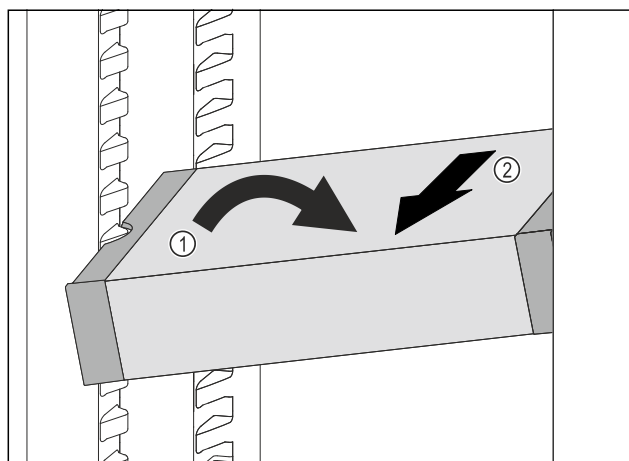

Fig. 97
- ▶ VarioSafe postavte v chladničce šikmo. Fig. 97 (1)
- ▶ VarioSafe odeberte směrem dopředu. Fig. 97 (2)